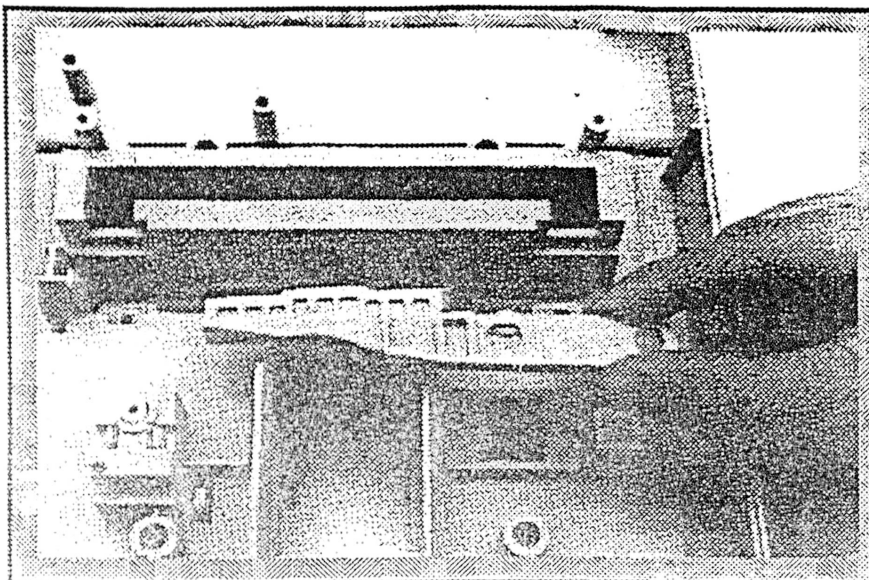

Fig. 16
3. Levante verticalmente a placa de bloqueio do cartucho e, em seguida, em sua direção. Remova o bloqueio da placa do cartucho do gabinete superior (Fig. 16). Agora, deverá aparecer o parafuso final.